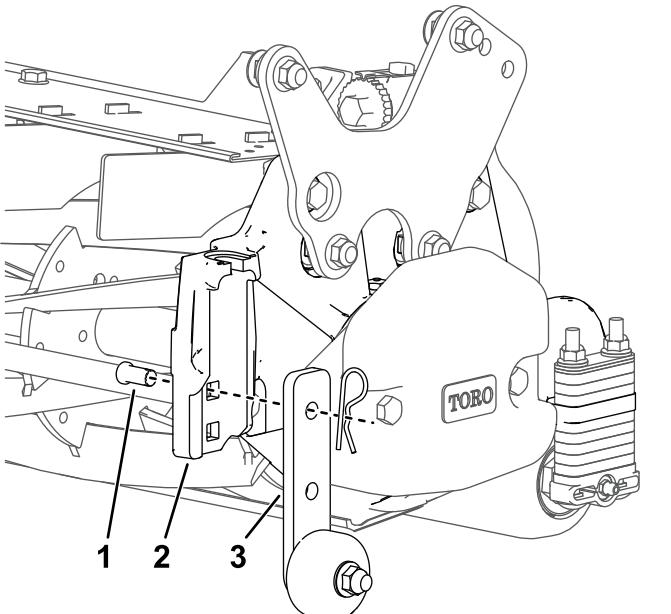

Bild 18
- Senken Sie die Halterungen der Transportrollen ab, bevor Sie das Mähwerk auf den Werkstattboden absenken oder von der Zugmaschine abnehmen (Bild 18).